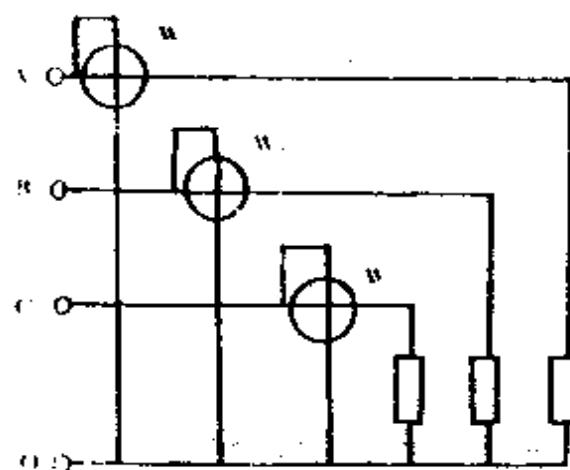

图47
(2) 三瓦法。适用于三相四线制电路，负载不对称时，用三只单相功率表测量出三相各自功率值，如图47所示。